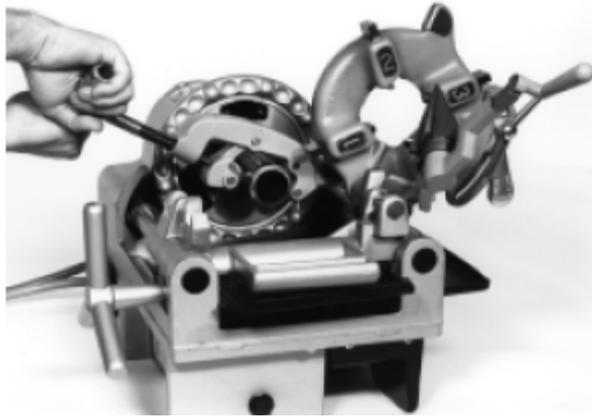

图5 — 用732割刀切割管子
4. 按照正确的操作方法来切割管子（见图5）。
6. 双手抓紧刀柄（见图5）。